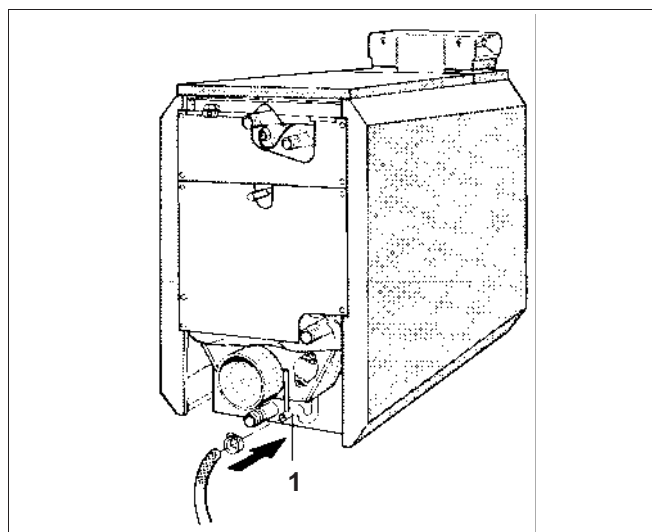

Рис. 27 Крепление сливного шланга
- Закрепите сливной шланг хомутом на сифоне выхода конденсата (рис. 27, поз. 1).
При проведении чистки не допускайте забивания выхода конденсата, см. рис. 27 на стр. 20.
- Проверьте и при необходимости очистите через люк для чистки сборный коллектор дымовых газов и слив конденсата, см. рис. 27 на стр. 20.
6	Отсоединить сливной шланг выхода конденсата (рис. 27)
9	Промыть выход конденсата (сифон) (рис. 27)